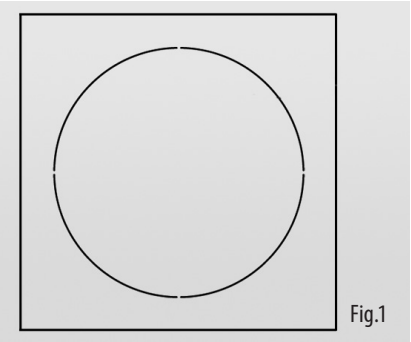

Rys.6 Przełączniki wyboru zaczepów głośnika
- 6. Głośnik jest wyposażony w transformator wielozłączowy do użytku w systemach z linią rozproszoną (rys.6). Jest też kran LOZ. Wybierz żądany kran przed wsunięciem grilla na miejsce. Średnia impedancja każdego głośnika w tym zakresie wynosi 8 omów w ustawieniu LOZ.